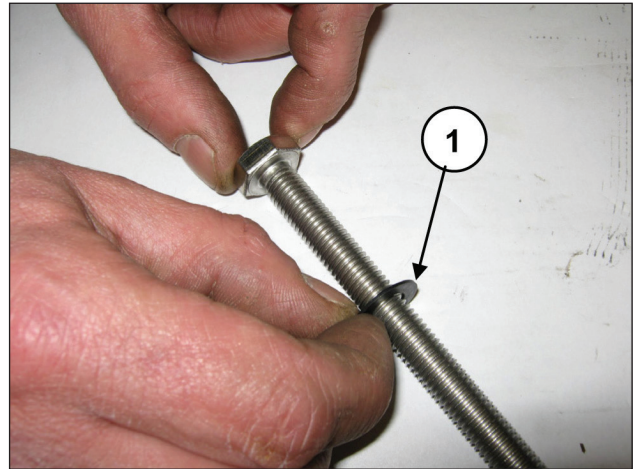

Abb. 146
Setzen Sie die Unterlegscheibe  $\text{Ø}10 \times 18 \times 0,9$  auf die Befestigungsschraube des Kolbens (Pos. ①, Abb. 146).